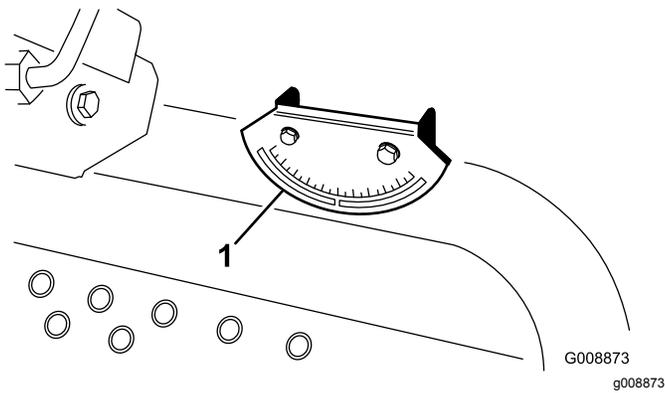

图6
2. 将手持测斜仪随机器提供放到油箱旁边的机架横梁上检查机器是否水平图6。从操作员的位置看测斜仪的读数应该为零度。